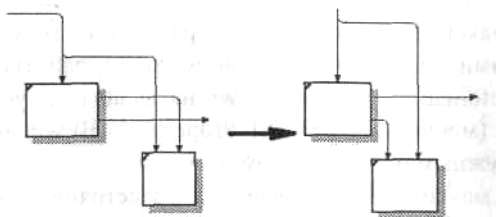

Рис. 6. Минимизация пересечений и поворотов стрелок
■ Следует минимизировать число пересечений, петель и поворотов стрелок. Это ручная и, в случае насыщенных диаграмм, творческая работа (рис. 6).